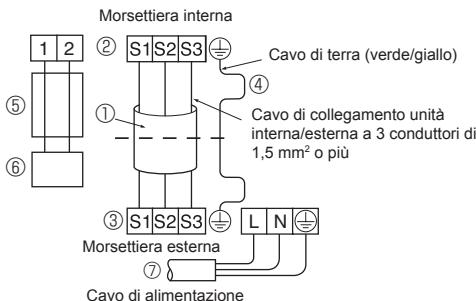

Fig. 7-2
- Eseguire i collegamenti elettrici seguendo lo schema in basso a sinistra. (Procurarsi il cavo localmente.) (Fig. 7-2)